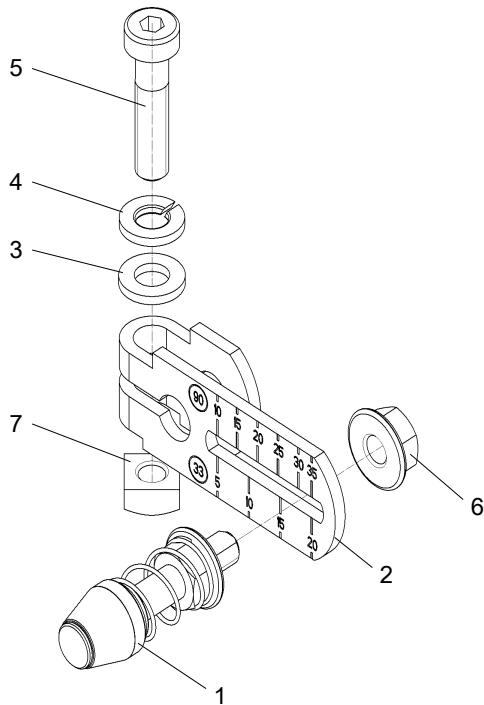
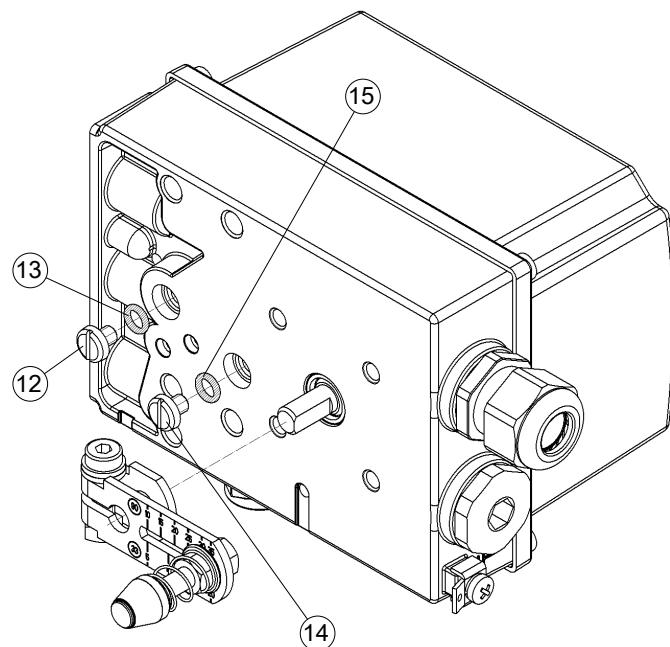

Abb. 6: Hebel montiert
Abb. 7: Montage Hebel am Stellungsregler
2. Abb. 6: Hebel (2) bis zum Anschlag auf die Stellungsreglerachse schieben und mit Zylinderschraube (5) befestigen. Hierbei das max. Anzugsmoment von 8/6 [Nm/lbf ft] nicht überschreiten.
3. Den rückseitigen Stelldruckausgang durch Entfernen der Schraube (12) und des O-Ringes (13) öffnen.
4. Bei Anbau mit Abluftbeschleierung des Federraumes den rückseitigen Abluftausgang durch Entfernen der Schraube (14) und des O-Ringes (15) öffnen.
5. Abb. 7: Stelldruckausgang mit Verschlusschraube (10) dichtsetzen. Bei Anbau mit Abluftbeschleierung Abluftschalldämpfer entfernen und dichtsetzen.
6. O-Ring (11) in die Senkung der Laterne einlegen.
7. Stellungsregler so an den Antrieb halten, dass die Rolle zwischen den Stiften (16) geführt wird.
8. Stellungsregler waagerecht an der Laterne ausrichten und mit den Schrauben (8) und Federringen (9) montieren.